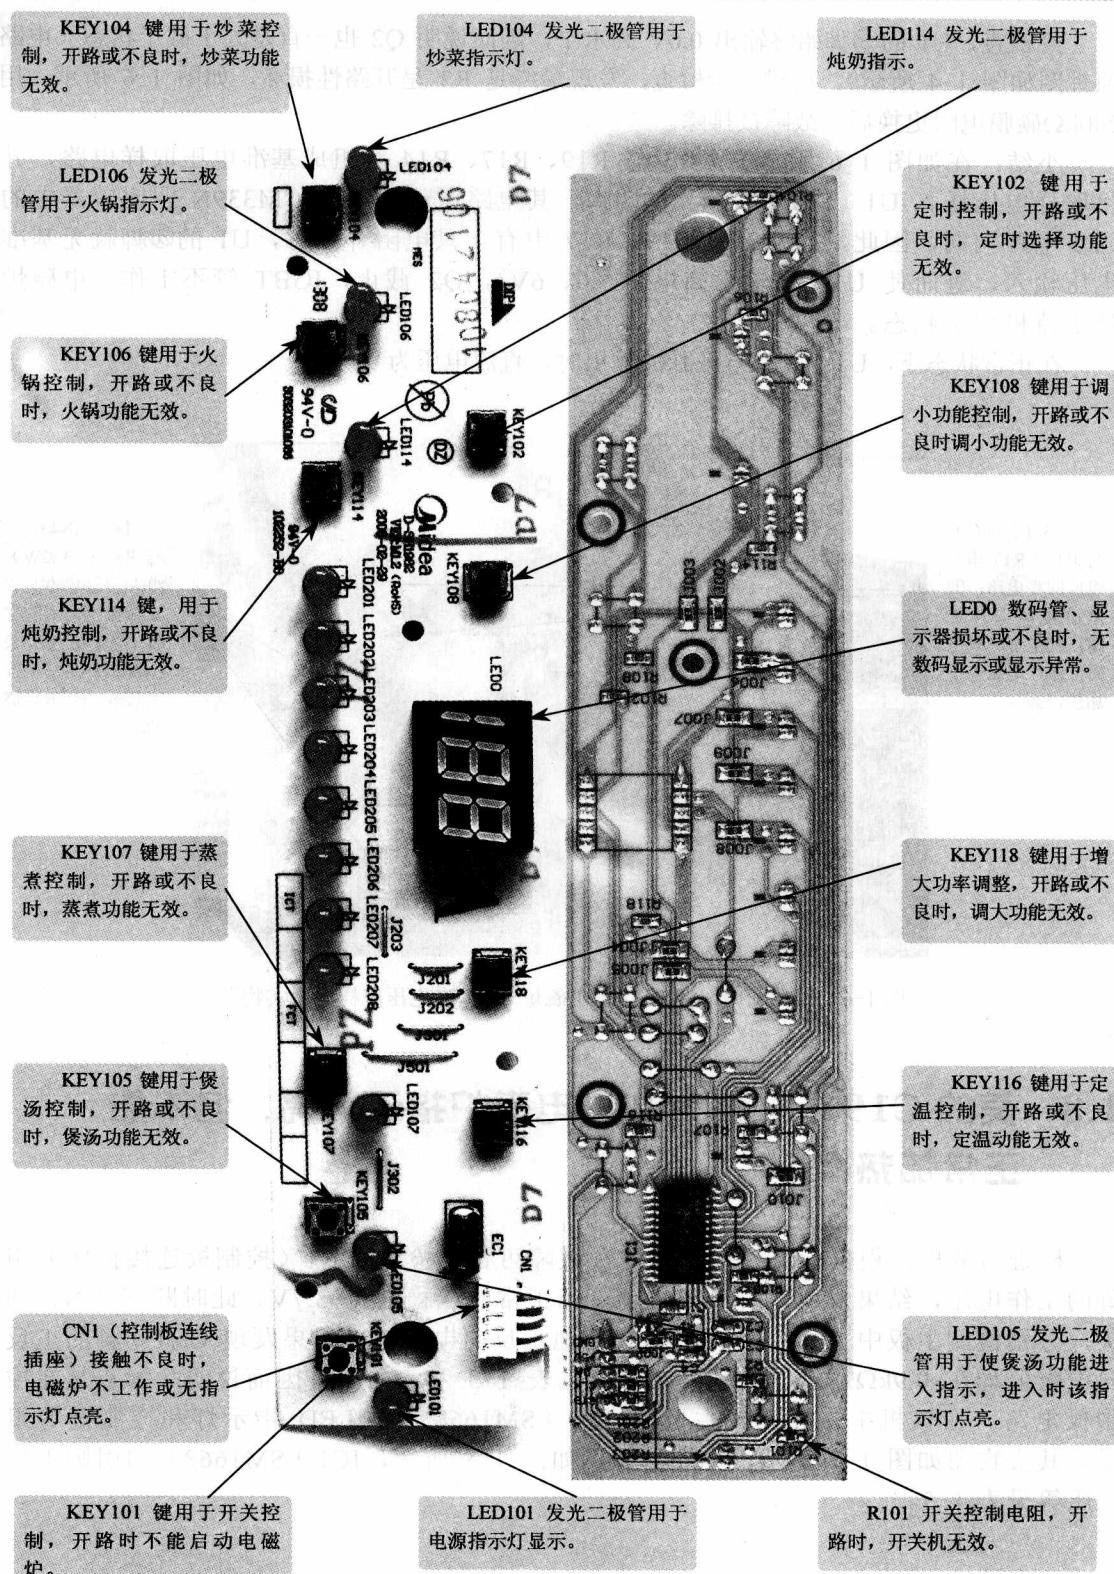
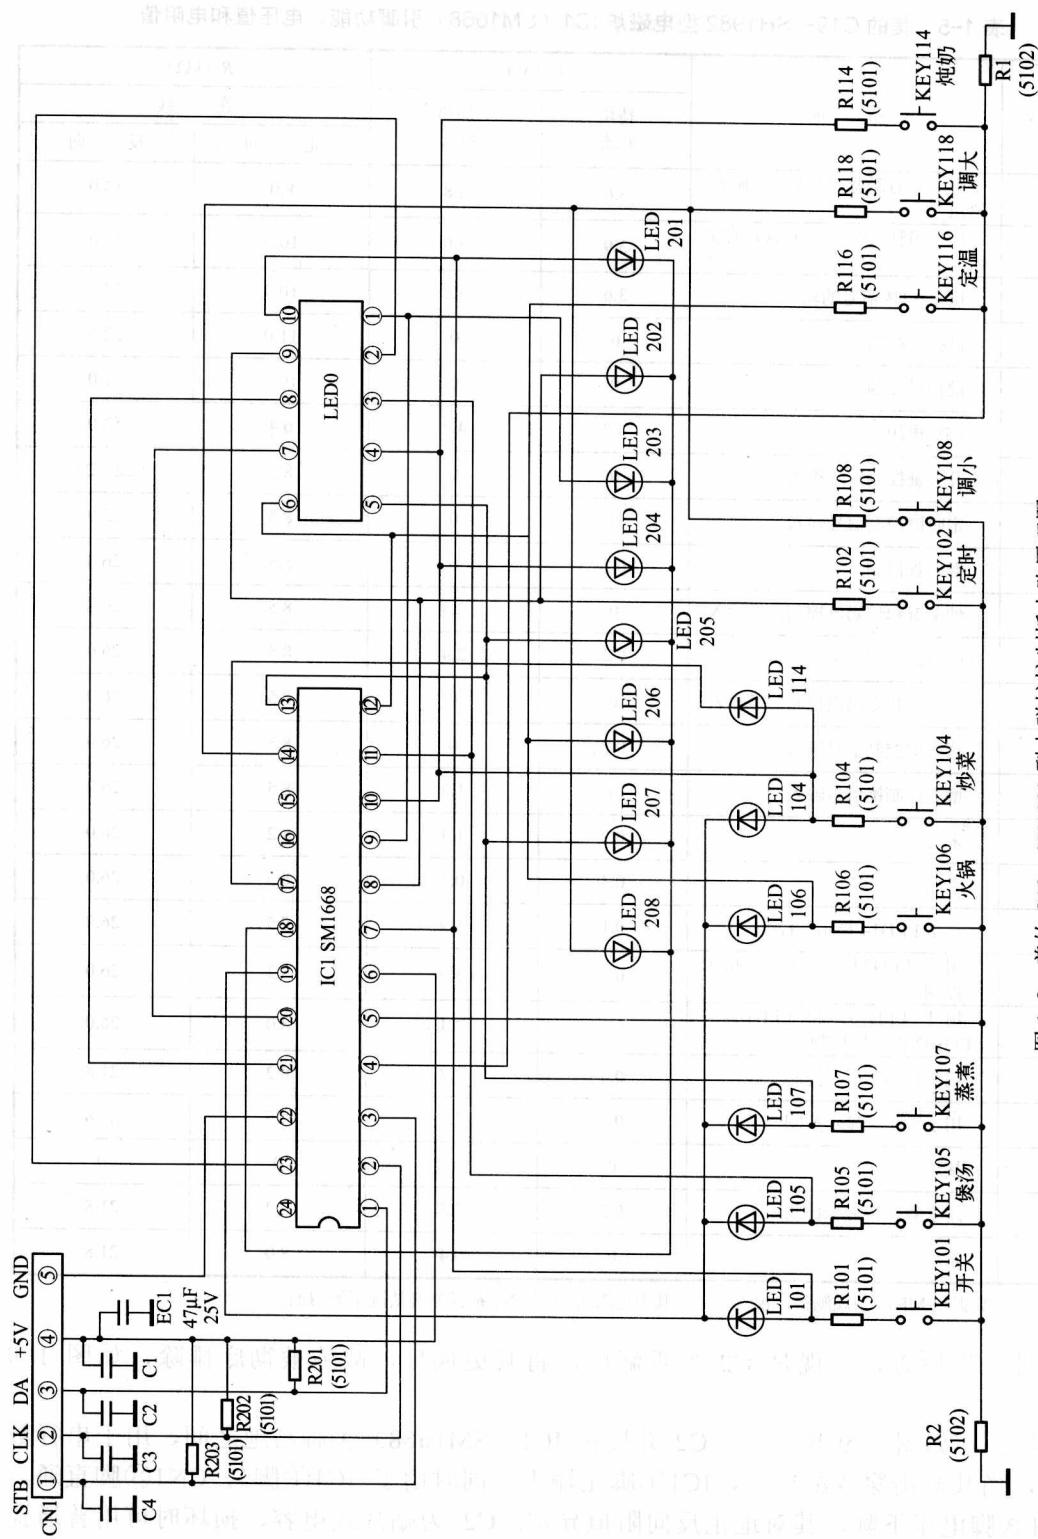

图 1-7 美的 C19-SH1982 型电磁炉控制板实物图
图 1-8 美的 C19—SH1982 型电磁炉控制板电路原理图
**检查与分析:** 根据检修经验, 对此种故障可首先检查 CN1 (控制板连接插座) 引脚的工作电压, 结果发现③脚电压抖动, 而正常时应稳定在 3.7V。此时断开 CN1 插头, 分别检测主板中 CN7 和 CN1 引脚对地正反向电阻值, 结果发现 CN1③脚的正反向电阻值均在 0.9kΩ 左右波动, 其正常值见表 1-3 和表 1-4, 因而说明故障点是在控制板电路。在该机中, 控制板主要由 IC1 (SM1668) 及 LED 指示灯和控制键等组成, 其实物图如图 1-7 所示, 电路原理图如图 1-8 所示, IC1 (SM1668) 的引脚工作电压等见表 1-5。